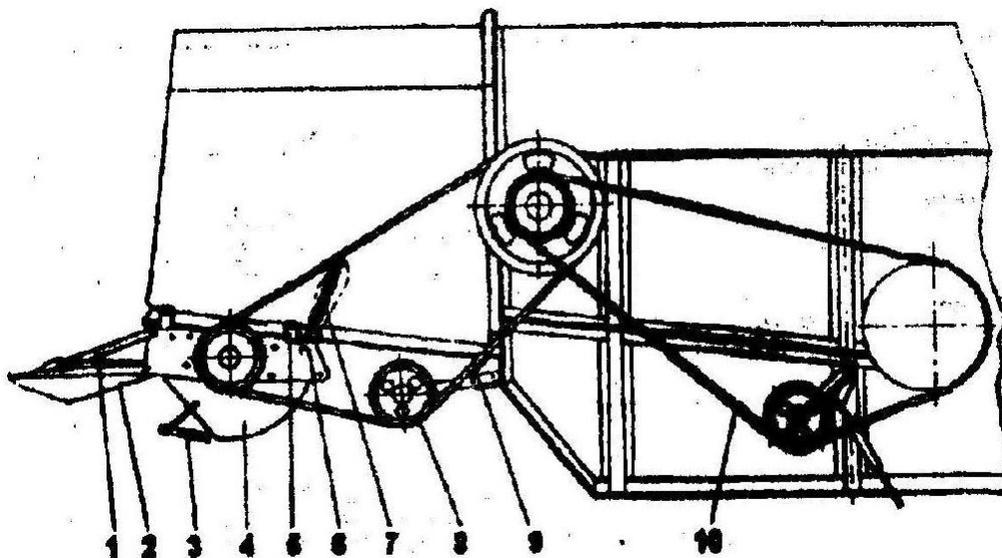

Рис. 40. Измельчитель:
6.4.1. ИЗМЕЛЬЧИТЕЛЬ (рис. 40) предназначен для измельчения части урожая и разбрасывания ее по полю под запашку.
1) ослабьте натяжение приводных ремней 9 и 10 (см. рис.40) и снимите сначала ремень 10, а затем ремень 9;